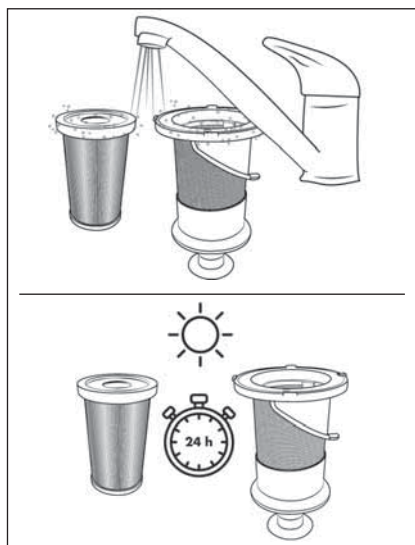

Fig. 20
- 5) Rincez le filtre HEPA ④ et le filtre en acier inoxydable ⑤ sous l'eau froide ou tiède. Laissez le filtre HEPA ④ et le filtre en acier inoxydable ⑤ sécher complètement à l'air avant de les replacer dans le bac à poussière ⑥ (voir fig. 20).